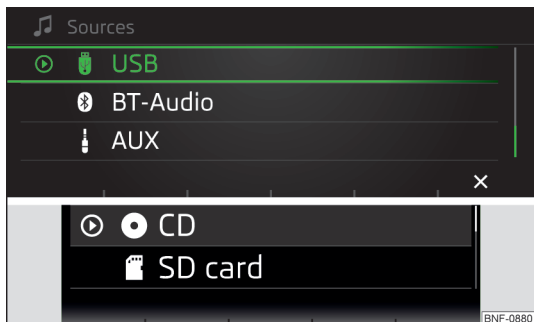

Fig. 106
- ▶ Acționați tasta funcțională **[MUSIC]**. Cu butonul rotativ **[SELECT]** selectați sursa audio » fig. 106 și selectați directorul/titlul dorit.